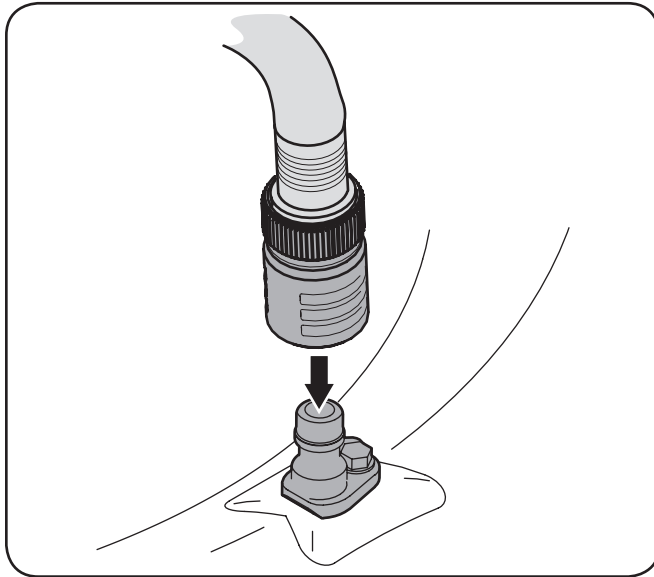

Figure 6-3
4. Installez l'adaptateur du boyau sur le gicleur situé sur le plateau de coupe. Voir Figure 6-3.